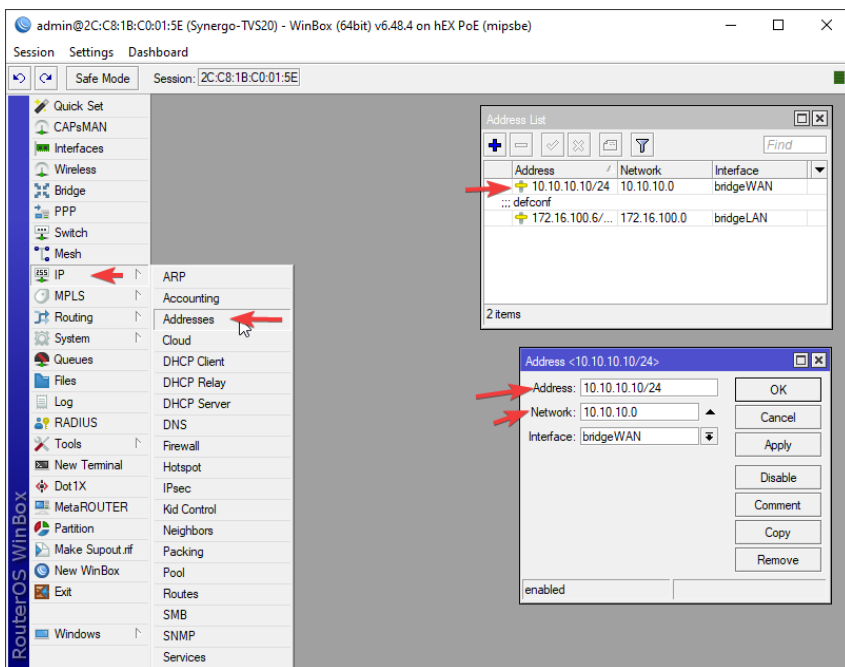

Рисунок 12 – Установка IP-адреса и маски сети с помощью WinBox
1. С помощью WinBox (Рисунок 12) установить IP-адрес устройства и маску сети (сервер/компьютер для настройки и тепловизор должны быть в одной сети):